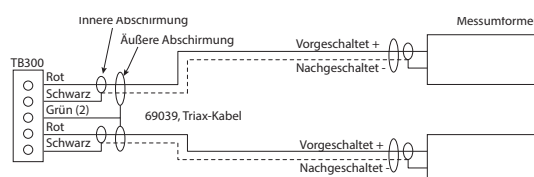

Abbildung 25: Vor-/nachgeschalteter Sensor
4. Die Klemmen befinden sich im Transmitter auf Schwellenanschlussblöcken. Die Leitungen werden an die entsprechenden Schraubklemmen im Transmitter angeschlossen. Dabei ist auf die korrekte Ausrichtung (vor-/nachgeschaltet) und korrekte Leitungspolarität zu achten. Siehe Abbildung 25.